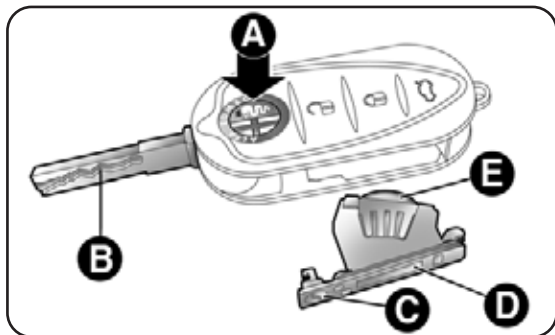

fig. 17
- pulse el botón A-fig. 17 y coloque la pieza metálica B en posición de apertura; gire el tornillo C a  con la ayuda de un destornillador de punta fina;